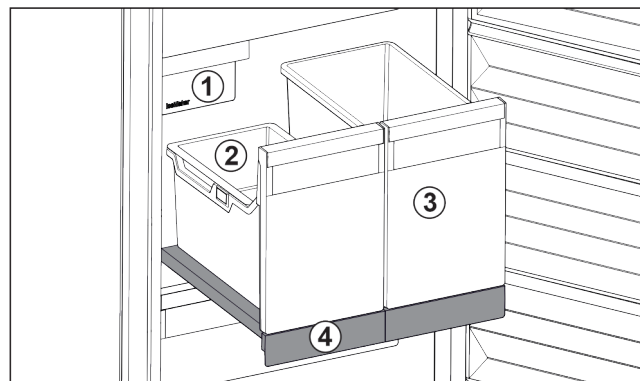

Fig. 40 Uitschuifplateau met IceTower
Op het uitschuifplateau bevinden zich twee hoge bakken (IceTower). In de bak Fig. 40 (2) worden ijsblokjes uit de IceMaker verzameld en bewaard. Bak Fig. 40 (3) is geschikt voor het bewaren van hoge levensmiddelen zoals pizza's of alcoholische dranken.